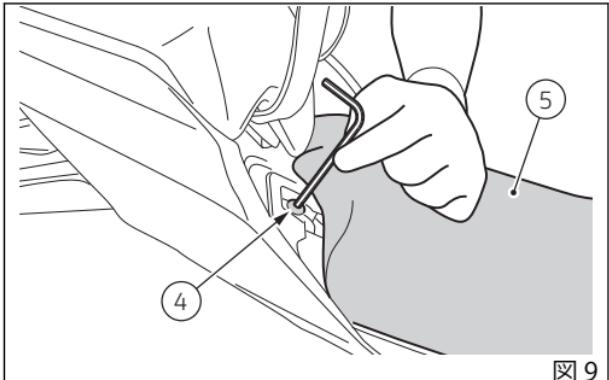

図 9
- シート(5)の後端を持ち上げ、スクリュー(4)を締め付けて固定します(図9)。